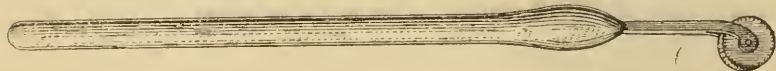

Fig. 28.
9. *Roulettes* (fig. 28). — Les roulettes servent à dorer